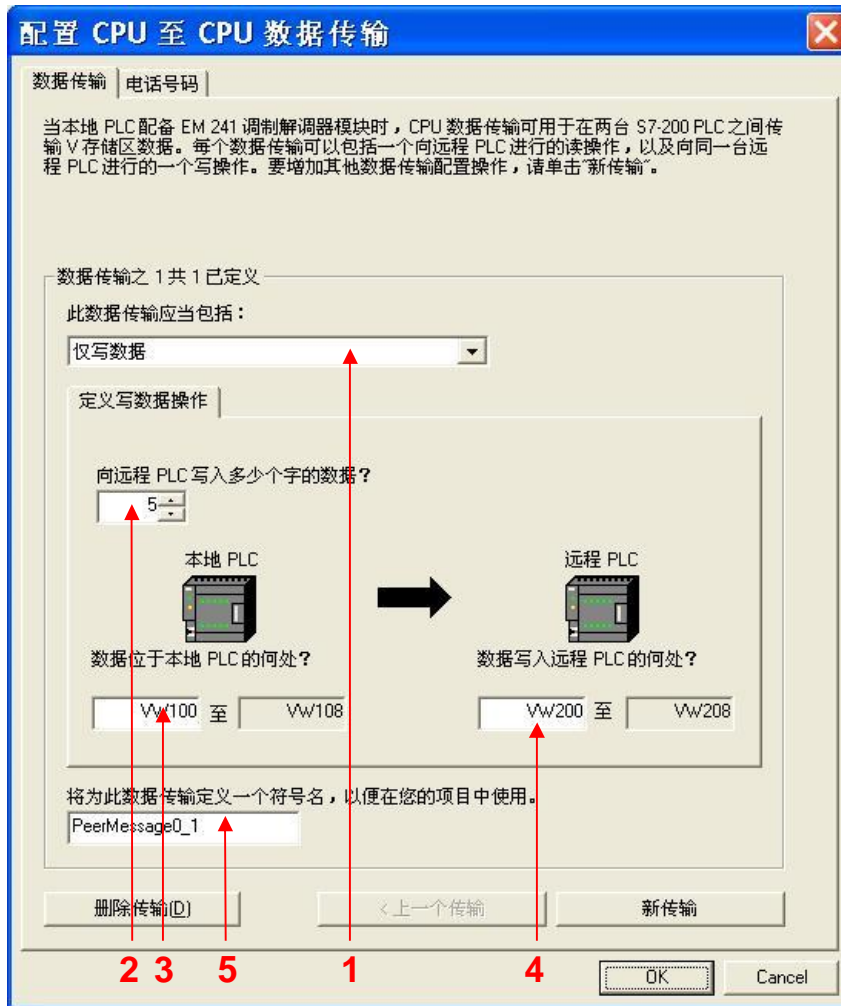

图 53
3. 在 定义写数据操作 下定义要写入的数据。可参照图 53 所示。